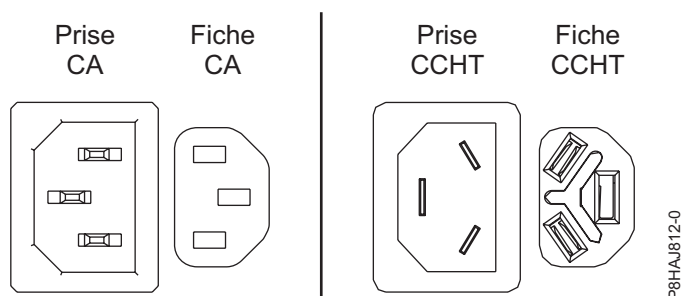
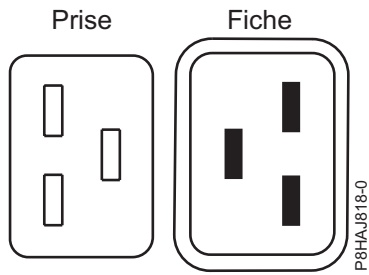
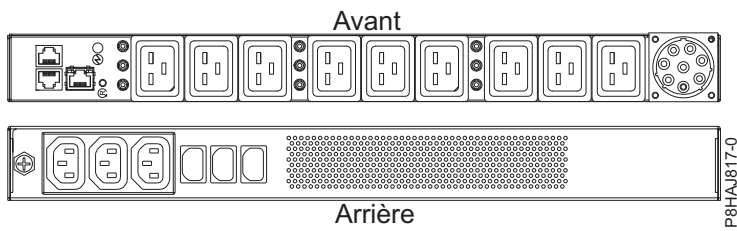

Figure 105. Connecteurs CA et CCHT
Figure 106. Connecteurs pour le système 8408-44E
Figure 107. Unité d'alimentation pour le système 8408-44E
2. Rebranchez les cordons d'alimentation (A) à l'unité centrale. Voir les figures figure 108, à la page 127, figure 109, à la page 128 ou figure 110, à la page 128 selon le type de votre système. La figure 105 illustre les connecteurs pour courant alternatif (CA) et pour courant continu haute tension (CCHT) pris en charge. Les figure 106, à la page 127 et figure 107, à la page 127 montrent les connecteurs et unité d'alimentation (PDU) pris en charge pour le système 8408-44E.